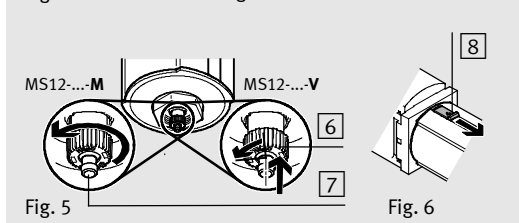

Fig. 3 Fig. 4
- Drehen Sie die Drosselschraube [5] (➔ Fig. 3) 0,5 bis max. 2 Umdrehungen heraus, je nach anfallender Kondensatmenge. Dadurch entweicht das Kondensat über die Drosselschraube aus der Vorsteuer-Kammer. Ein vollständiges Herausdrehen erhöht die Leckage und ist nicht erforderlich.